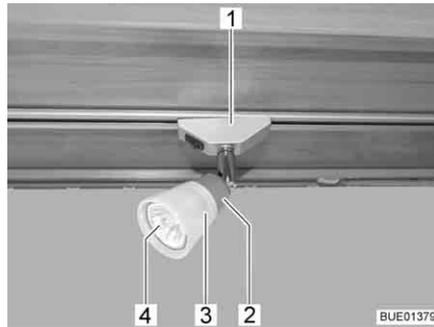

Fig. 238 Projetor de halogéneo (deslocável)
- Rode o projetor de halogéneo (Fig. 238,1) em 90°, retirando-o da calha.
- Rode o quebra-luz (Fig. 238,3) em sentido contrário ao dos ponteiros do relógio.
- Puxe cuidadosamente o quebra-luz com a lâmpada de halogéneo (Fig. 238,4) do bocal (Fig. 238,2).